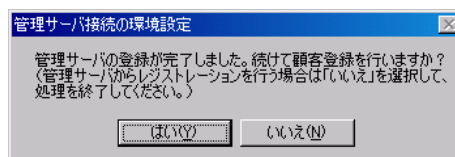

図 4-65 管理サーバの登録完了メッセージ
管理サーバへの登録が完了しますと、管理サーバの登録完了メッセージ(図 4-65)が表示されます。
- 17 管理サーバの登録完了メッセージ(図 4-65)で[はい]ボタンをクリックすると、レジストレーション画面(図 4-66)が表示されます。画面の説明をお読みください。